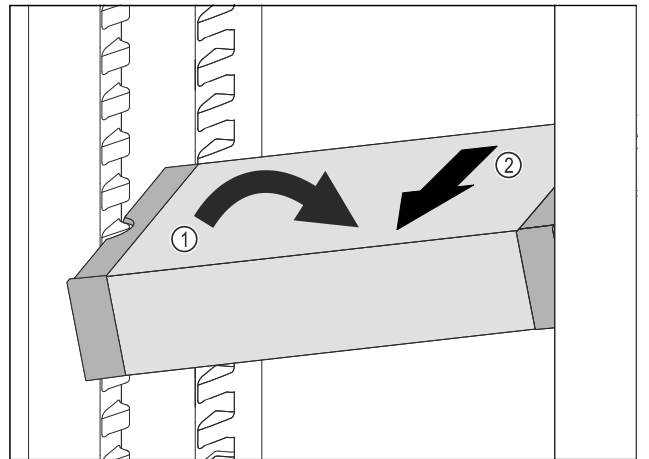

Fig. 136
- ▶ 在冷藏区中倾斜 VarioSafe。Fig. 136 (1)
- ▶ 向前取出 VarioSafe。Fig. 136 (2)